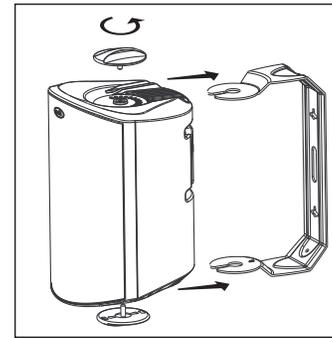

ABBILDUNG 14: Drehen Sie die Halterungs-Rändelschrauben, um die Halterung zu entfernen.
12. Befestigen Sie den Lautsprecher an der Halterung, indem Sie ihn zwischen die Arme der Halterung schieben. Die eingebauten Führungen spreizen die Halterung etwas und führen die Enden der Halterung auf die Gewindezapfen. Ein Sperrsystem hält den Lautsprecher in Position und ermöglicht es Ihnen, ihn genau nach Wunsch auszurichten. [Abbildung 14].